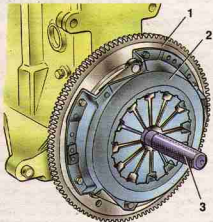

Рис. 3.3. Центрирование ведомого диска: 1 – гайка; 2 – сцепление в сборе; 3 – оправка А. 70081
- установите сцепление, расположив ведомый диск выступающей частью ступицы в сторону нажимного диска и отцентрируйте диск относительно маховика opravкой А.70081 (рис. 3.3), заменяющей шлицевой конец первичного вала коробки передач.